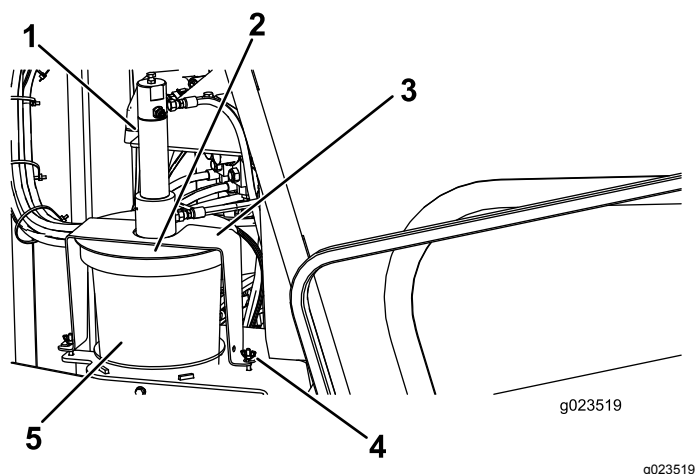

Рисунок 65
3. Ослабьте барашковые гайки крепления накладок крышки к машине (Рисунок 65).
4. Поверните крышку и снимите ее накладки с крепежных болтов (Рисунок 65).
5. Поднимите крышку в сборе, сняв ее с пустой емкости состава для резьбовых соединений (Рисунок 65).
7. Вставьте плунжер в новую емкость и опустите крышку в сборе на емкость (Рисунок 65).
8. Наденьте накладки крышки на крепежные болты и поверните крышку, чтобы накладки находились на болтах (Рисунок 65).